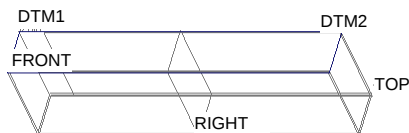

图 10.5.9 创建 DTM2
Step4. 创建图 10.5.9 所示的基准平面 DTM2。单击模型功能选项卡 基准 ▾ 区域中的“平面”按钮，选取 TOP 基准面为参考平面，偏移值为-20.0，单击对话框中的确定按钮。